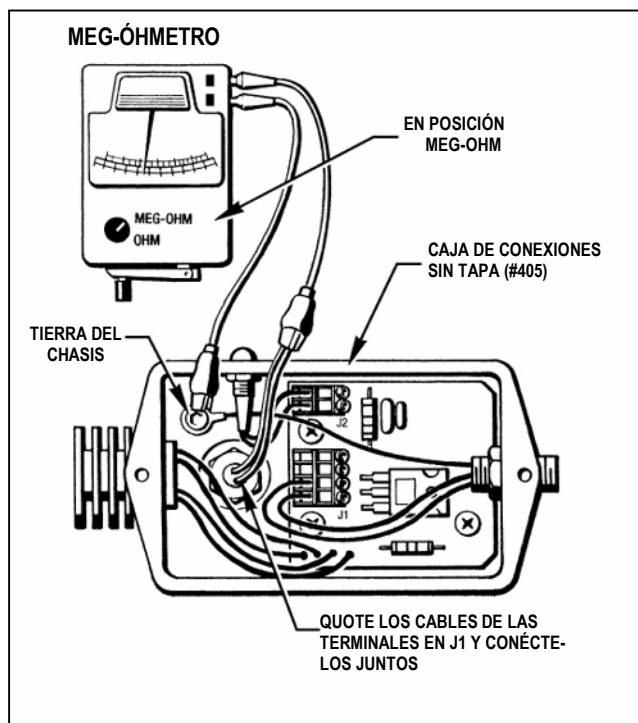

Figura 6.4 - Prueba de Fuga de Corriente de la Bobina
Conecte (1) pinza a los dos cables de la Bobina y el otro al Tornillo a Tierra del Chasis (# 426). (Ver Figura 6.4)